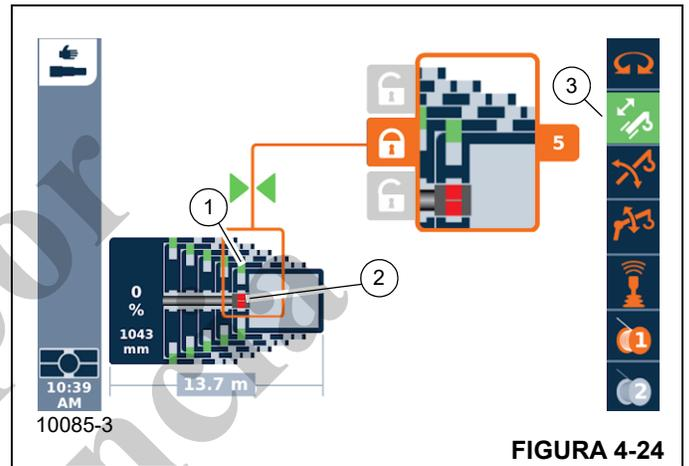

FIGURA 4-24
- Función telescópica habilitada – símbolo (3, Figura 4-24) verde
- Sección telescópica bloqueada – símbolo (1) verde
- Cilindro telescópico bloqueado – símbolo (2) rojo